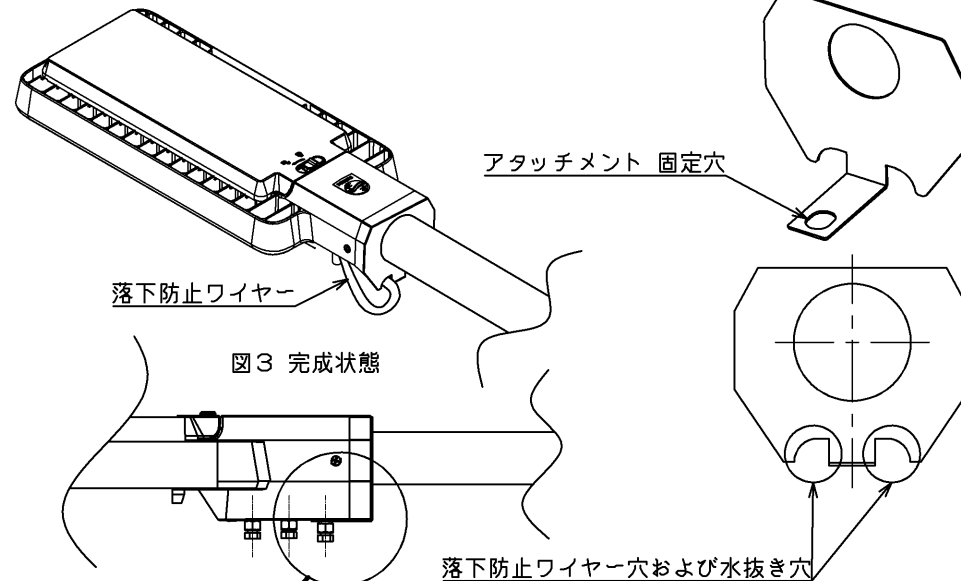

図3 完成状態
2. 取説6にて落下防止ワイヤーを取り付けた後、取説7にて器具取付用ボルトを締める際に、1.でポールに挿入したポール用アタッチメントと一緒に、外しておいた器具取付用ボルトを締めてください(締付トルク25N・m。図3および4参照)。
なお、アタッチメントを取り付ける際、図3のようにアタッチメント下部の穴から落下防止ワイヤーを通してください。